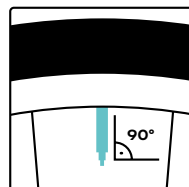

Abb. 6
- Legen Sie den Schlauch vorsichtig ein und richten Sie das Ventil senkrecht aus (**Abb. 6**).